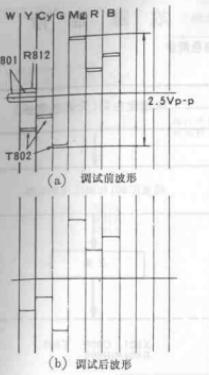

图9
③置对比度控制和亮度控制于 MAX 位置;
④调节色彩控制, 使示波器上色差信号波形峰值达 2.5 Vp-p, 如图 9(a)所示。
⑤调节 R 812(1 H 延迟放大控制)、T 802(1 H 延迟相位控制)和 T 801(CW 相位控制), 将显示在示波器上的输出波形由图 9(a)所示形状校正到图 9(b)所示形状。